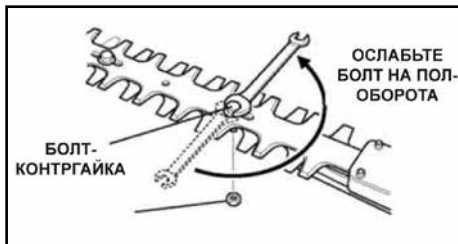

Рис. 9
6. Проверьте плотность посадки лезвия. Затяните болты ножа до упора ключом. Ослабьте болты на пол-оборота. Удерживая болты от проворота, затяните стопорные гайки другим ключом (Рис. 9).